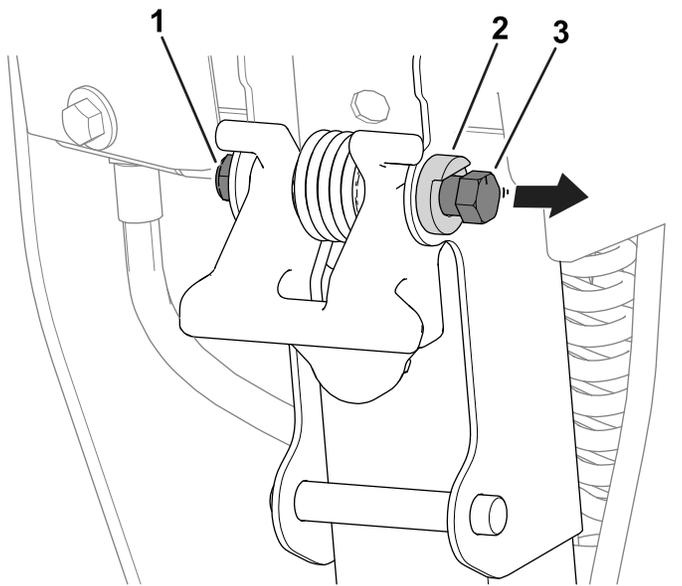

Figura 7
1. Afloje la tuerca en el perno de cierre, de modo que el cabezal del perno se pueda mover libremente justo más allá del tope del pivote (Figura 7).
3. Apriete la tuerca en el perno de cierre (Figura 7), de modo que la nueva posición del perno esté fijada contra el tope de pivote.